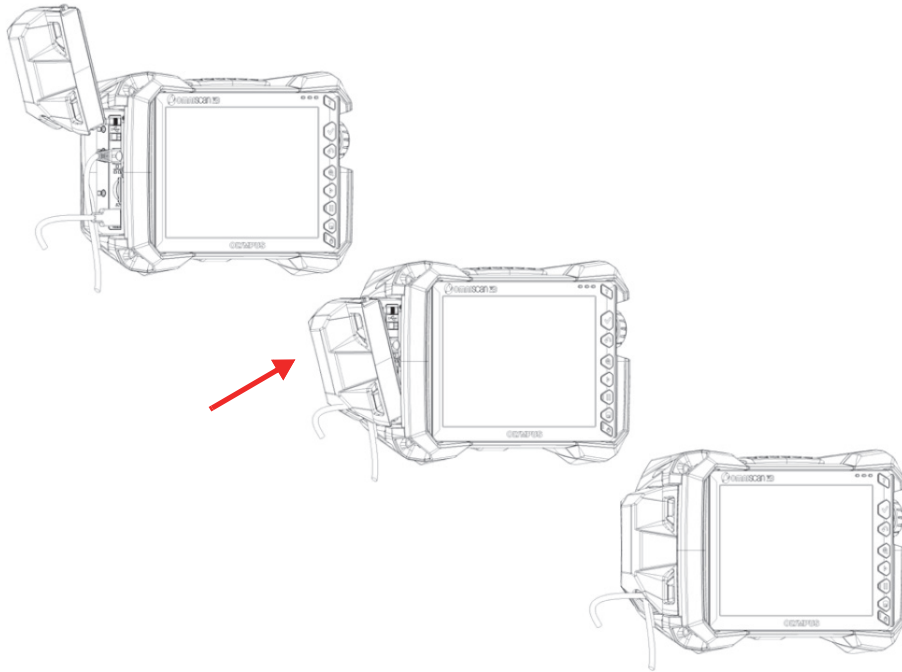

Figura 2-12 Blocco in posizione dello sportellino per applicazioni speciali
4. Bloccare in posizione e in modo sicuro lo sportellino per applicazioni speciali (Figura 2-12 a pagina 40).